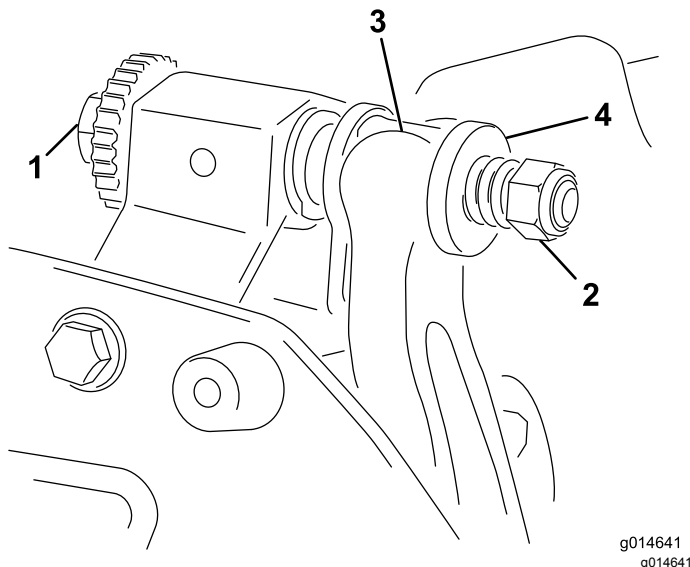

Bild 13
1. Drehen Sie die Einstellschraube des Untermesserträgers nach links, um den Abstand zwischen Untermesser und Spindel zu vergrößern (**Bild 13**).
2. Drehen Sie die Federspannungsmutter so weit hinaus, bis die Scheibe nicht mehr gegen den Untermesserträger angespannt ist (**Bild 13**).
- Montieren Sie den Untermesserträger. Positionieren Sie die Befestigungsöhren zwischen die Scheiben und der Einstellschraube des Untermesserträgers (Bild 13).